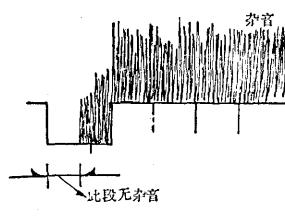

图19
1. 测距显示器能见到主波抑制作用，即旋动“主波抑制”旋钮时，测距显示在粗读、精读皆零公里档上的一段没有杂音显示波（图19），而测角显示器主波抑制不起作用，即当启开发射测角显示器有4条固定的显示波，在旋动“主波抑制”旋钮时，这4条固定的显示波去除不掉。